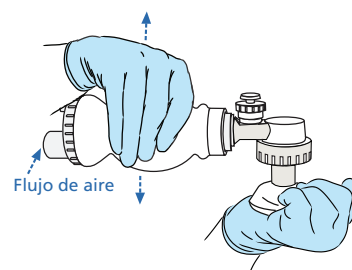

Figura 14.
PASO 3: Mantener el sellado hermético y comprobar que la bolsa se vuelve a expandir después de cada apretón. Esto demuestra que entrará aire fresco a la bolsa a través de la válvula de entrada. Véase la **Figura 14**.